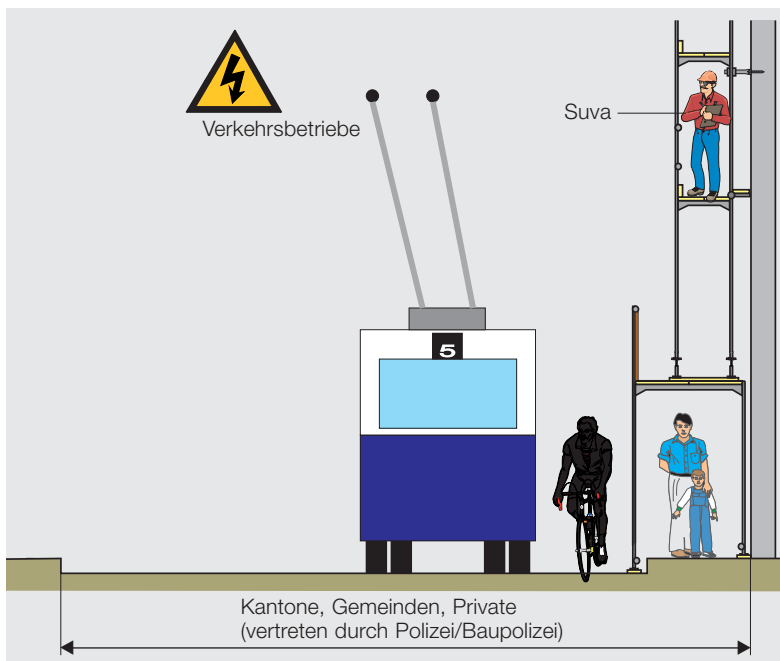

Bild 2: Schnittstelle Baustelle/öffentlicher Verkehr. Die Massnahmen sind mit den zuständigen Behörden abzusprechen.
- **Strassen-/Werkverkehr:** Gerüst und öffentlicher Verkehr sind so zu trennen, dass beidseitig kein Schaden entsteht (Bild 2).